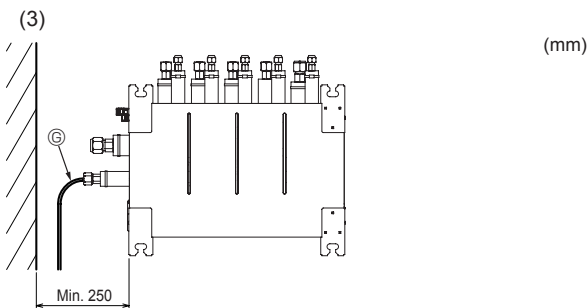

Fig. 4-10
(3) Vista superiore (Fig. 4-10)